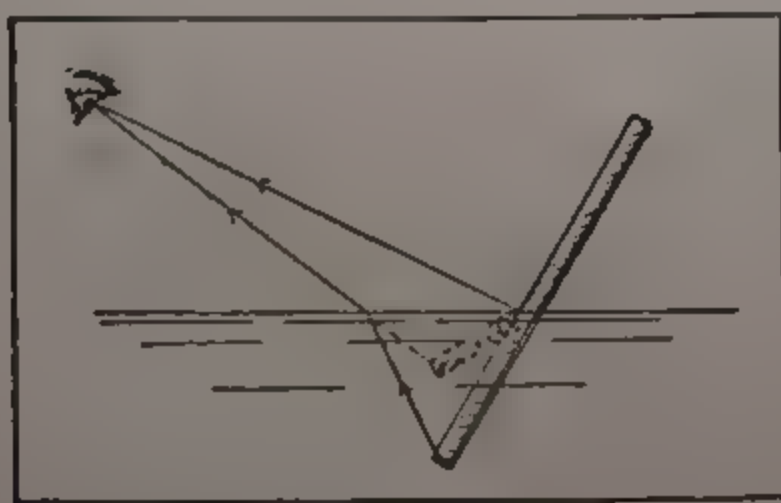

Fig. 143. — IL BASTONE SPEZZATO.
**122. Conseguenze della rifrazione.** — Un bastone in parte immerso obliquamente nell'acqua, sembra spezzato (fig. 143); se è immerso verticalmente sembra accorciato; il fondo di un bicchiere o di un recipiente qualunque appare sollevato se è visto attraverso la superficie del liquido.